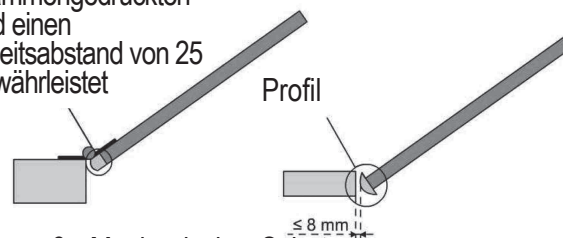
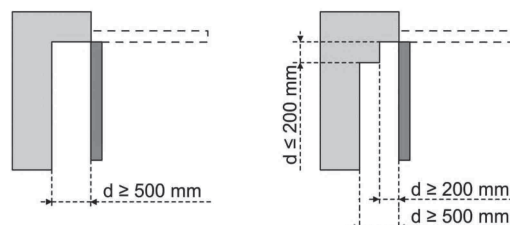

Abbildung 3 - Mechanischer Schutz
Abbildung 4 - Sicherheitsabstand
Schutz durch eine mechanische Vorrichtung (siehe Abbildung 3) oder durch Sicherheitsabstände (siehe Abbildung 4)
- durch Sicherheitsabstände (siehe Abbildung 4)
> Torgröße (Abb. 3)
3.1 Montagehöhe - Abb. 4